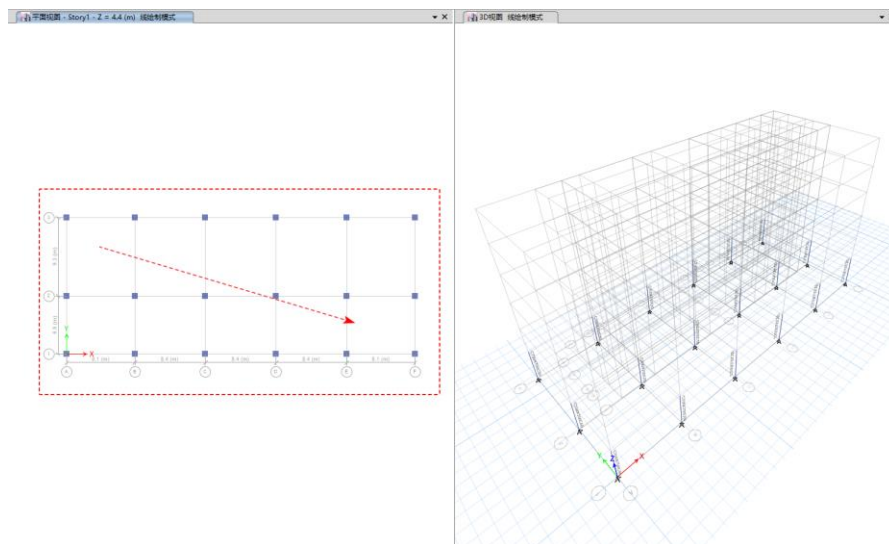

图 4-4 绘制柱对象
- 2) 如图 4-4 所示，从左上角至右下角拖动鼠标绘制柱对象，效果如图右侧所示；